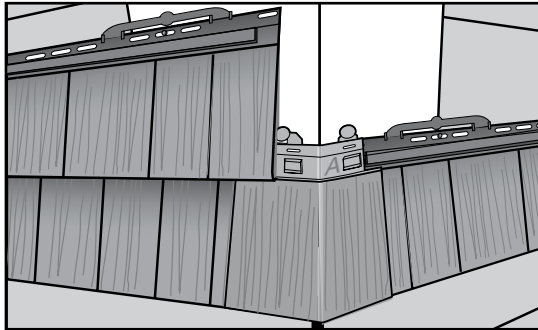

Figura 7
2. Después de que se haya fijado el panel, enganche la esquina "A" sobre el revestimiento asegurándose de que se bloquee en la tira de inicio (Figura 7).